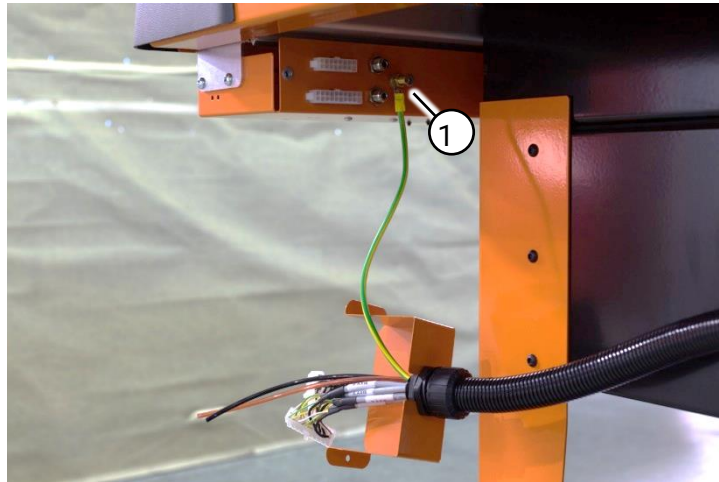

Fig. 16 Aarding
1.1 Sluit de aardedraad aan op de messing pen (Fig. 16 (1)).